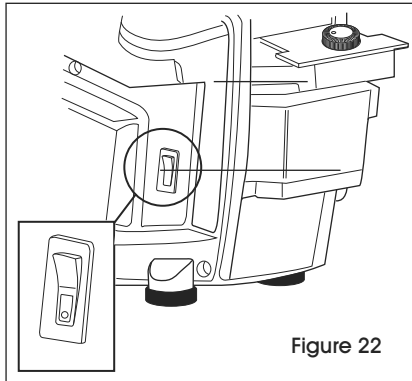

Figure 22
- Sortez le ruban qui obstrue l'appareil. Repoussez la manette pour abaisser la lame de cisaille à la position normale de fonctionnement. (Voir Figure 22)